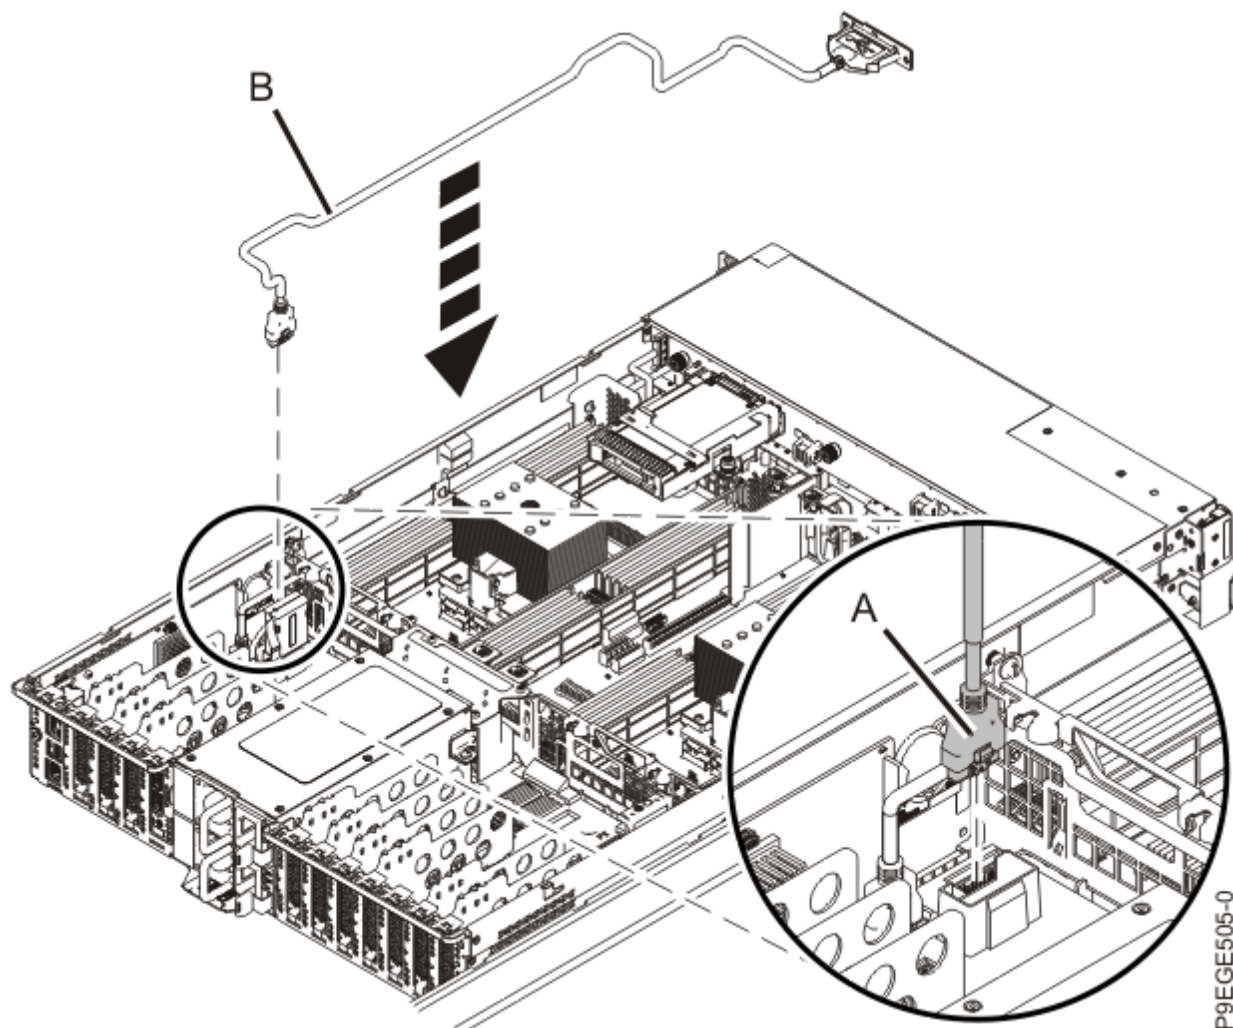

Figura 12. Instalando o cabo USB frontal
4. Plugue o cabo USB **(A)** no conector do painel traseiro do sistema, conforme mostrado na Figura 12 na página 14.